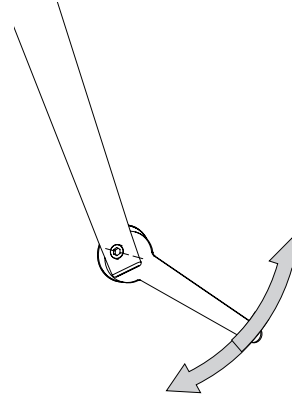

Fig. 16
• Con una chiave piatta fissa da 17 mm (Fig.16), registrate il gioco dal lato registrabile del perno.